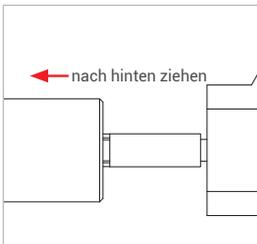

Abbildung 4
- ▶ Ziehen Sie leicht am Prüfling (Roter Pfeil Abbildung 4) entgegen der Anschlussrichtung um sicherzustellen, dass der Adapter richtig angeschlossen ist.